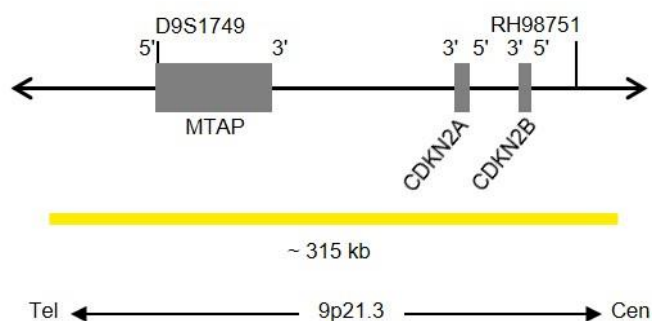

Fig. 1: SPEC CDKN2A Mappa della sonda (non in scala)
- Polinucleotidi (~5.5 ng/μl) marcati con ZyGold (eccitazione 532 nm/emissione 553 nm), le cui sequenze target mappano in 9p21.3* (chr9:21,742,629-22,056,853) in cui è localizzato il gene CDKN2A (vedere Fig. 1).